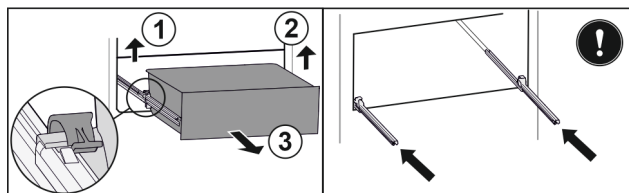

Fig. 34
- ▶ Zvedněte levou svorku a současně vytáhněte zásuvku vlevo dopředu. Fig. 34 (1)
- ▶ Zvedněte pravou svorku a současně vytáhněte zásuvku vpravo dopředu. Fig. 34 (2)
- ▶ Vyjměte zásuvku dopředu. Fig. 34 (3)